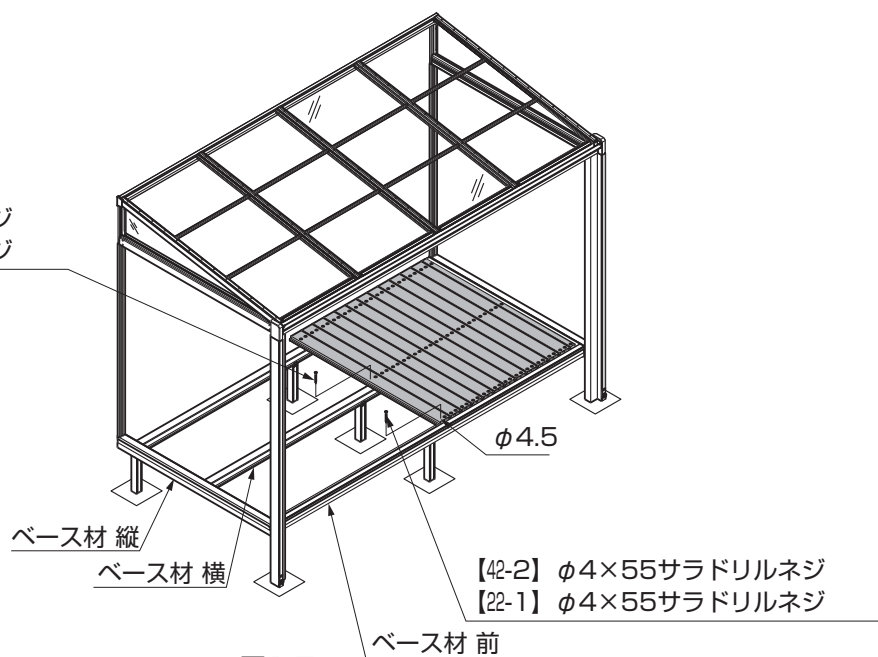

図1-7
⑤④であけた下穴に【22-1】または【23-1】、【42-2】を差込み、ベース材 前、ベース材 横にネジ止めしてください。(図1-7参照)